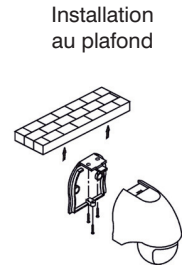

FIG. 4
- Hauteur de montage conseillée: **mural** 1,8 ÷ 2 m du sol (FIG. 3); **au plafond** 2,5 ÷ 4 m du sol (FIG. 4).
- Empfohlene Montagehöhe: **an der Wand** 1,8 - 2 m vom Boden (ABB. 3); **an der Decke** 2,5 - 4 m vom Boden (ABB. 4).